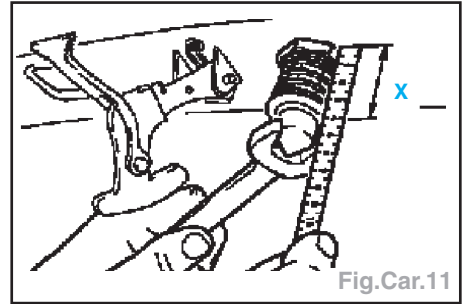

Fig.Car.11
- Réglage du système de fermeture : (Fig.Car.11).